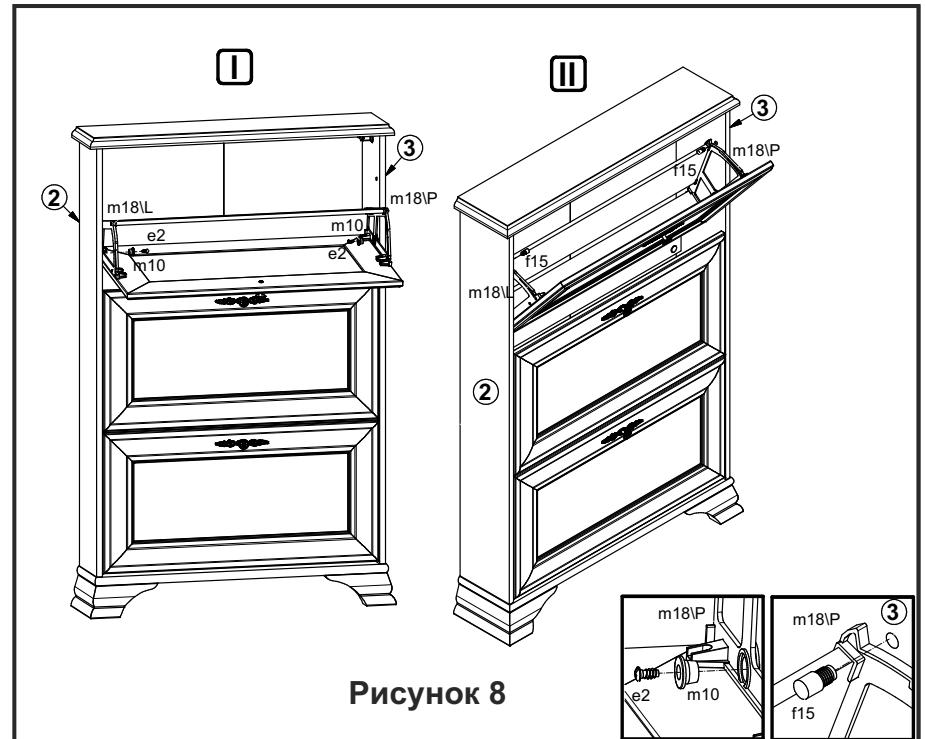

Рисунок 8
- вставить шайбы петли откидной **m10** в шайбы **m11** через отверстия в петлях откидных **m18\l** и **m18\r** (см.рис. 8);
- закрепить шайбы петли откидной **m10** с помощью шурупов **e2** (см.рис.8);
- в отверстия **Ø8 мм** на внутренних поверхностях стенок боковых 2, 3 вкрутить ограничитель петли откидной **f15**, как показано на **рис. 8**.